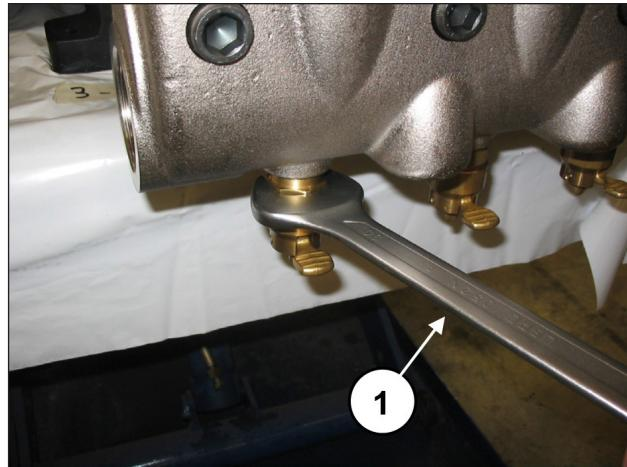

图 96
拧松阀门打开装置, 可使用30毫米的扳手(位置①, 图 96)。